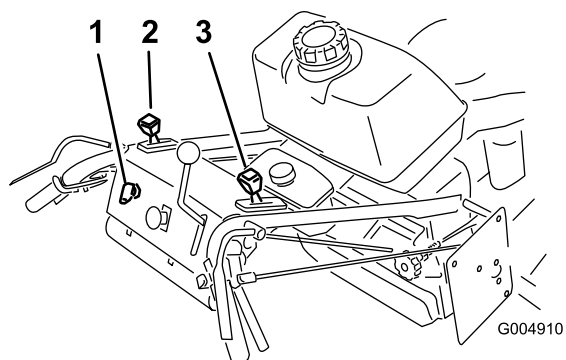

Figura 6
6. Mueva el control del acelerador a la posición Rápido y mueva la palanca del estárter a la posición de Conectado antes de arrancar el motor si éste está frío (Figura 6).
2. Mueva la palanca del acelerador a Lento (Figura 6).